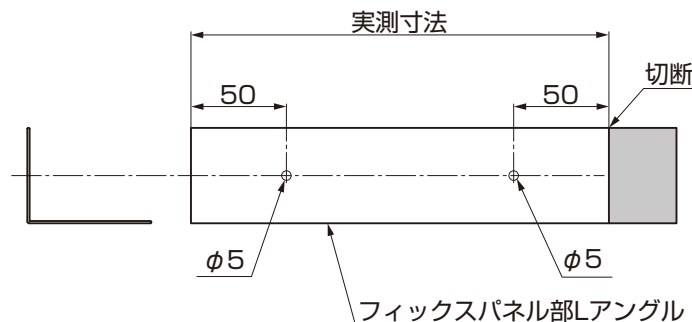

図1-2
- ②フィックスパネル部Lアングルの切断して、両端から50mmの位置にφ5の孔をあけてください。(図1-2参照)